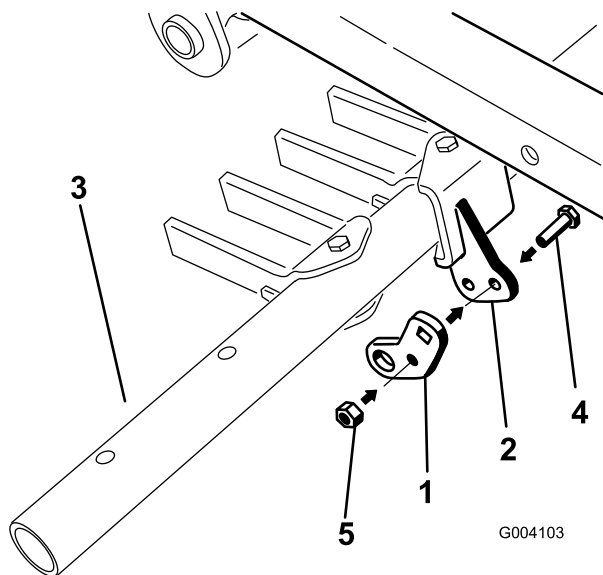

Figura 14
- Instale provisionalmente la pestaña de giro (usando el taladro central de ésta) en el soporte de pivote de la barra de herramientas usando un perno (5/16 x 1 pulgadas) y una contratuerca (5/16 pulgada) (Figura 14).